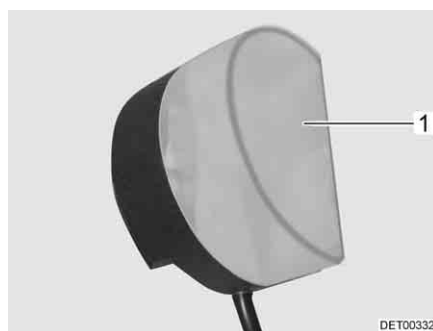

Fig. 215 Luci armadi guardaroba
- Comprimere leggermente e rimuovere la copertura della lampada (Fig. 215,1).